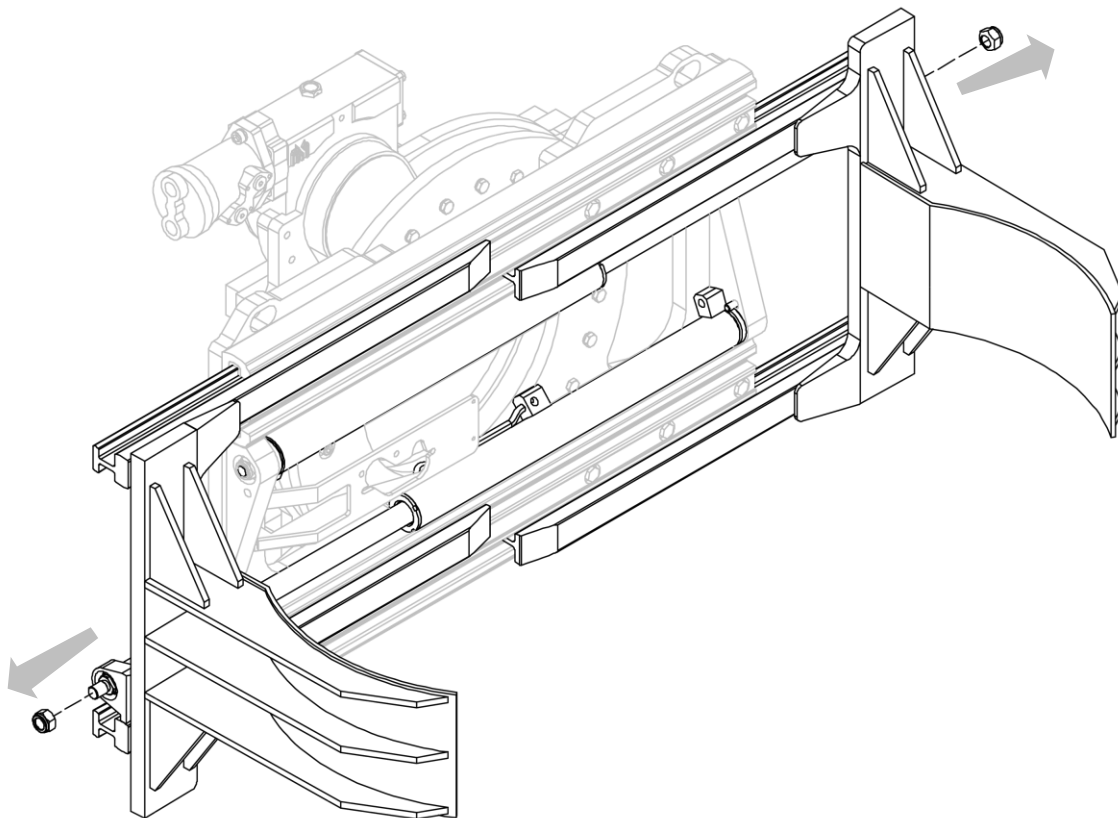

Abbildung 36
3. Schrauben Sie die Muttern, mit denen die Zylinder an den Gabelzinken befestigt sind, ab (siehe *Abbildung 36*).